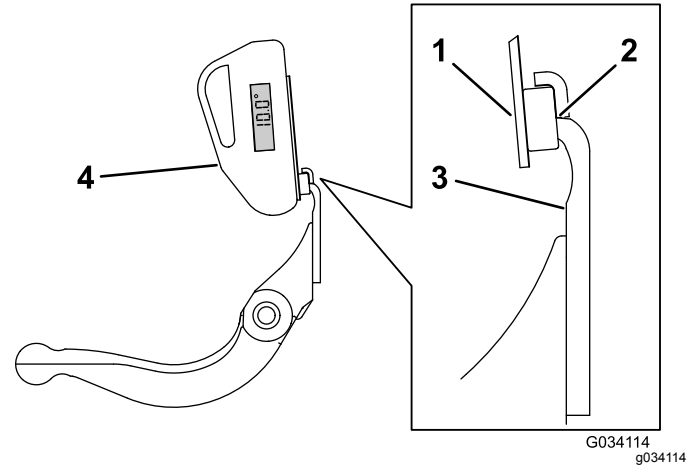

図 25
4. 図 25 に示すようにマウントに傾斜計を取り付ける。
3. 傾斜計マウントのマグネットのエッジがベッドナイフのエッジに密着するように、ベッドナイフのエッジに傾斜計マウントをセットする **図 25**。